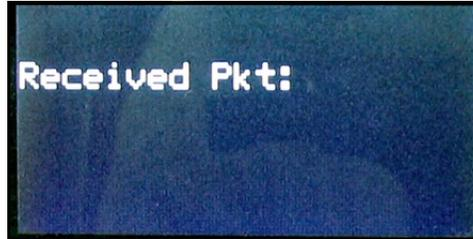

Figura 48: Pantalla del Sentinel LCT4
- En el menú **FACTORY** (Fábrica) del **Sentinel LCT4**, desplácese hasta la opción Upgrade (Actualizar) y presione dos veces **[ENT]**. Confirm = YES (Confirmar = Sí). En el **Sentinel LCT4** debe aparecer una pantalla similar a la de la *Figura 48* de abajo, después de aproximadamente un minuto,
Encienda el **Sentinel LCT4**, e introduzca ESC-R desde el teclado de la PC. En el **Sentinel LCT4** debe aparecer una pantalla similar a la de la *Figura 48* a continuación.